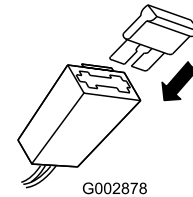

Figuur 31
2. Maak beide uiteinden van het accudeksel los en verwijder dit (Figuur 31).